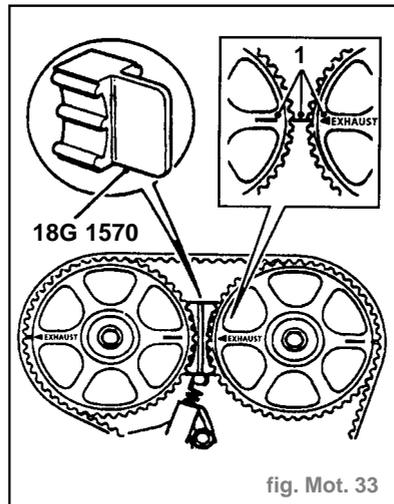

fig. Mot. 33
- A l'aide d'une douille et d'une barre de rallonge sur le boulon de poulie de vilebrequin, faire tourner le vilebrequin pour aligner les repères de distribution du pignon d'arbre à cames et de la plaque de fond - 90° avant PMH (1) (fig. Mot. 33).